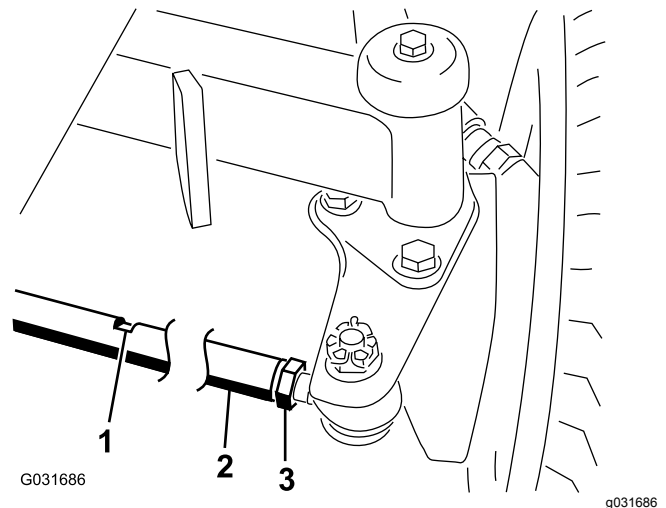

Figura 48
2. Afloje las contratuercas de ambos extremos del tirante (Figura 48).